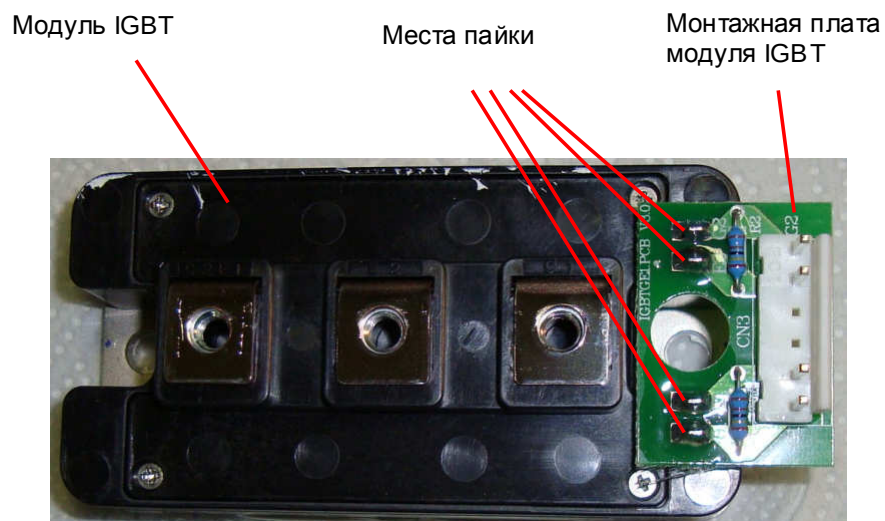

Рис. 7.6
7.4.2. На модуль IGBT установить монтажную плату и припаять ее (рис. 7.6).